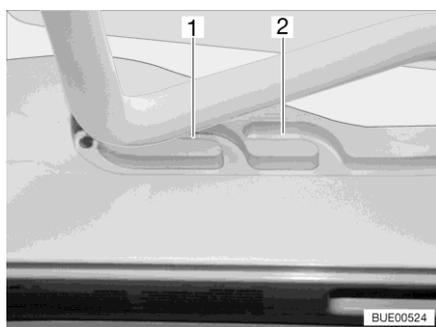
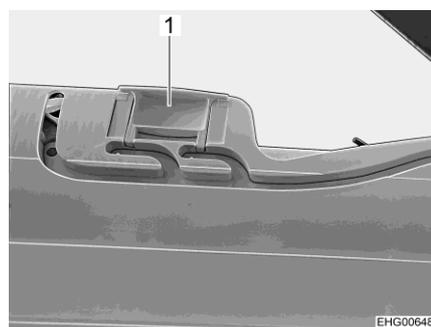

Fig. 30 Glissière (position de ventilation)
Fig. 31 Verrouillage (position de ventilation)
Il est possible d'amener le lanterneau Heki en deux positions de ventilation : Position pour mauvais temps (Fig. 30,1) et position intermédiaire (Fig. 30,2). Selon l'équipement, il est possible de verrouiller le lanterneau en position intermédiaire avec les deux verrous (Fig. 31,1) à gauche et à droite du cadre du lanterneau.
- Pousser légèrement l'étrier vers le haut, le pousser dans la glissière choisie (Fig. 30,1 ou 2) et le verrouiller si nécessaire.